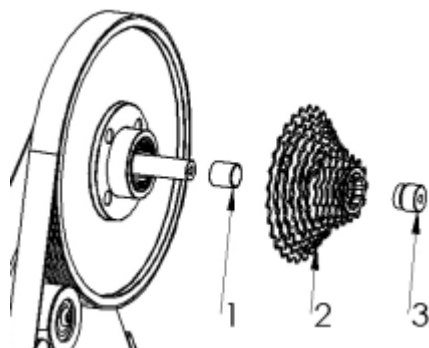

FIG 18
**1º****INSERINDO O CONJUNTO CASSETE/FREE HUB (FIG 18)**